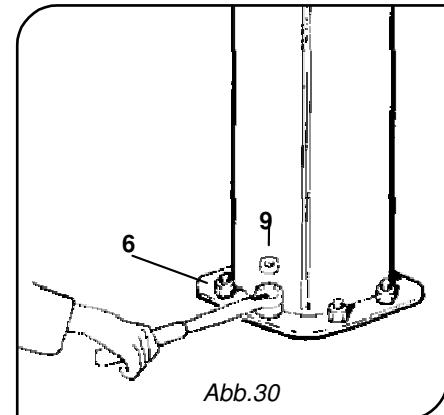

Abb.30
5. Die Muttern 6 mit einem Drehmomentschlüssel fest mit den in Bezug auf den Durchmesser der Zuganker vorgesehenen Anzugsmomenten (siehe Tabelle S. 12) anziehen; anschließend die Muttern mit den Sicherheitsmuttern 9 vor einem Lösen sichern (Abb. 30).